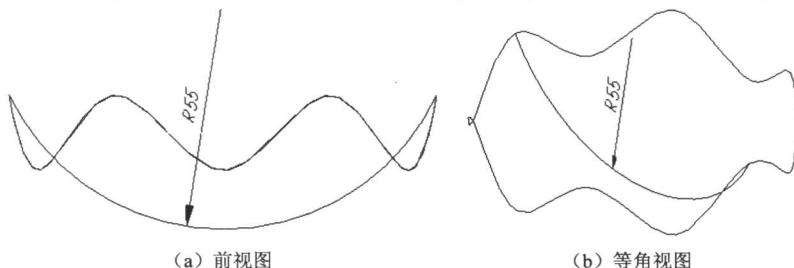

图1-4
3. 关闭第1层，选择前视图构图面，绘制经过曲线端点和中点的圆弧，如图1-4所示。